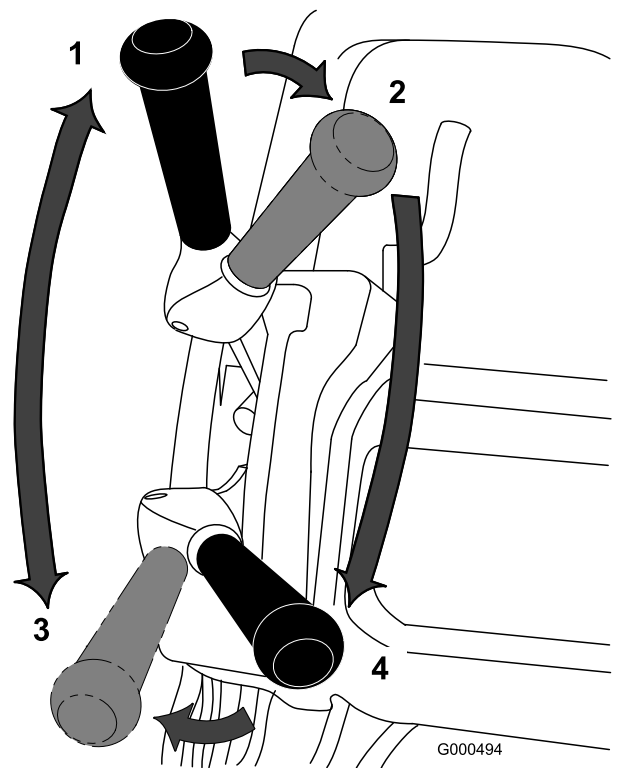

Figura 30
1. Avviate il motore, impostate l'acceleratore a bassa velocità, abbassate la stegola per sollevare l'apparato di taglio, premete il comando presenza dell'operatore, spostate la leva della trazione in posizione di INNESTO e trasportate la macchina sul bordo del green (Figura 30).
2. Spostate la leva della trazione in posizione di DISINNESTO ed innestate la leva di trasmissione del cilindro (Figura 30).
3. Portate la leva della trazione in posizione di INNESTO e aumentate la velocità dell'acceleratore finché la macchina non si sposta alla velocità opportuna. Portate la macchina sul green, abbassate la sua parte anteriore e iniziate a tosare (Figura 30).